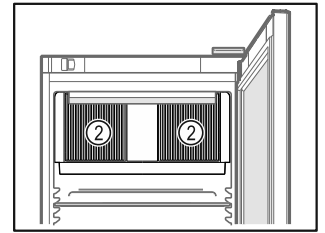

Fig. 63
- Odstąpić szczeliny wentylacyjne Fig. 63 (2) dmuchawy wewnątrz urządzenia.